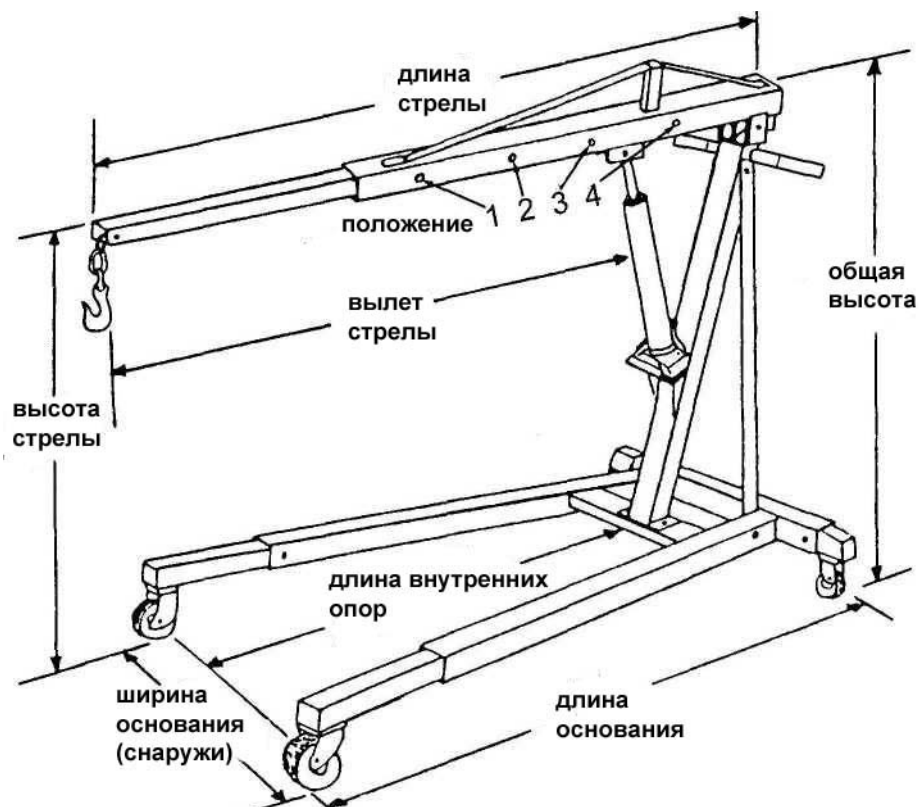

Рис. 1
2. Не поднимайте груз больше, чем грузоподъемность крана (положение 1, 0,5 т, положение 2, 1 т, положение 3, 1,5 т, см. Рис. 1).